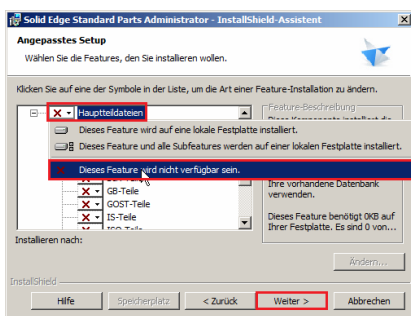

Abbildung 13
- 3.3. Wählen Sie die Installation der Hauptteile ab und fahren Sie mit einem Klick auf *Weiter* fort (Abb. 13).